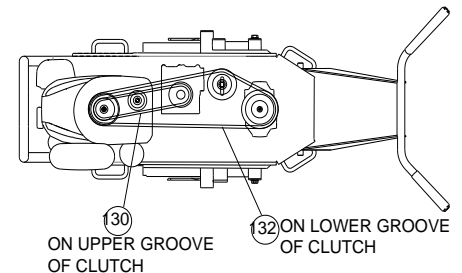

Fig. 3
**BEMÆRK:** Se Fig. 3 for udformningen af remmen.